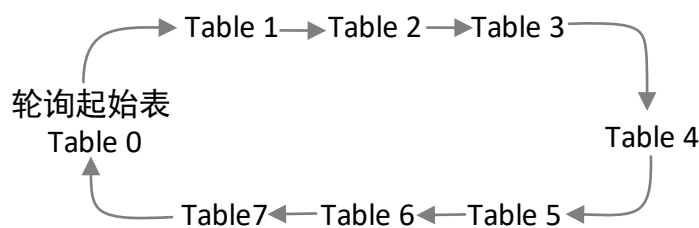

图12-12 默认轮询顺序
1. 在 *LSC Table Selector* 参数下拉选择 LSC 轮询需要使用的参数表，可选择 *Table 0 ~ Table 7* 八张表，请根据实际需求为准。使用八张表时，八张表的默认轮询顺序如图 12-12 所示。